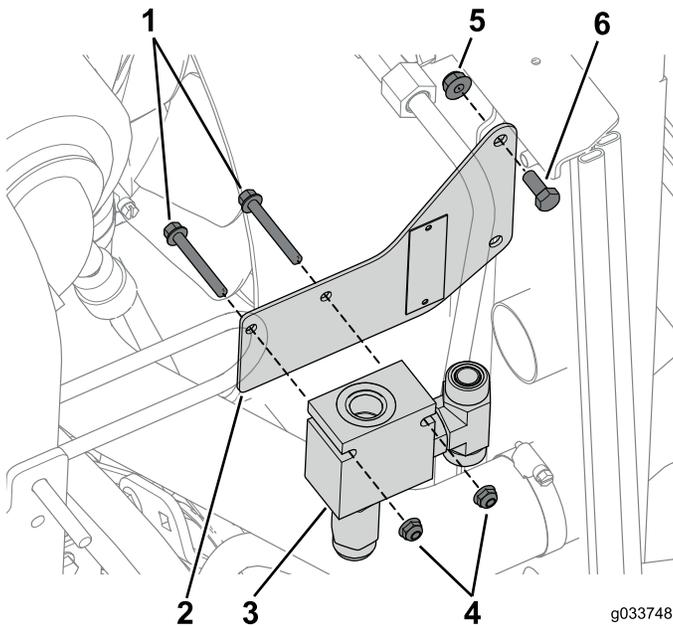

Figura 10
4. Instale el soporte del conjunto del colector izquierdo con 1 perno (5/16" x 3/4") y 1 tuerca con arandela prensada (5/16") en el orificio superior del soporte (Figura 10).
6. Sujete el conjunto del colector izquierdo al soporte con 2 pernos (1/4" x 2") y 2 tuercas (Figura 10).